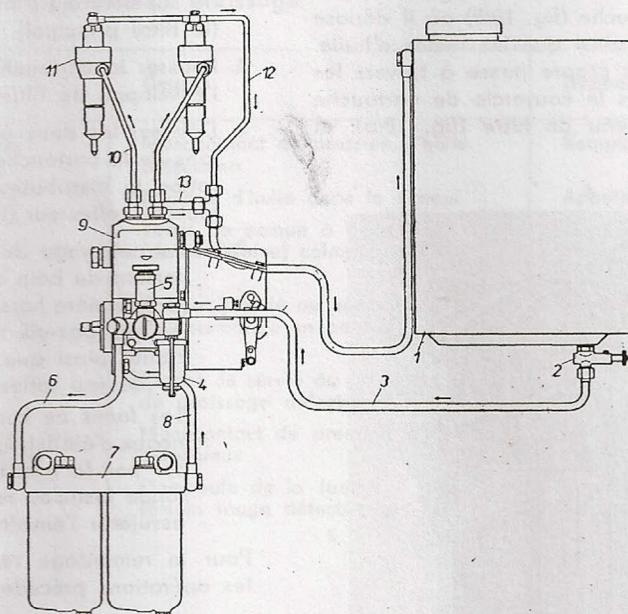

Fig. 20
Le combustible passe du réservoir de combustible (fig. 20, 21/1) par le robinet d'arrêt (2) par la conduite (3) à travers la cartouche filtrante (4) à la pompe d'alimentation (5). De là, le combustible est envoyé par le tube d'arrivée (6) à travers du filtre jumelé (7) et le tube de sortie (8) dans la pompe d'injection (9). Celle-ci refoule le combustible par les tuyaux d'injection (10) dans les soupapes d'injection (11). L'excédent de combustible est ramené dans le réservoir par la conduite de retour (12) par-
3. Déconnecter le tube d'arrivée (fig. 20/3) de combustible reliant le réservoir à la pompe d'alimentation.
4. Déconnecter la conduite (fig. 20/6) allant de la pompe d'alimentation au filtre jumelé ainsi que la conduite d'alimentation entre le filtre jumelé et la pompe.